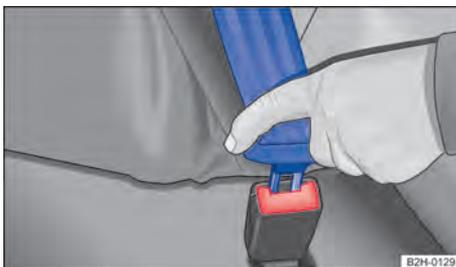

Fig. 28 Insertar la lengüeta del cinturón abdominal en su cierre.
- Inserte bien la lengüeta del cinturón en el cierre del cinturón correspondiente a la plaza → Fig. 28.